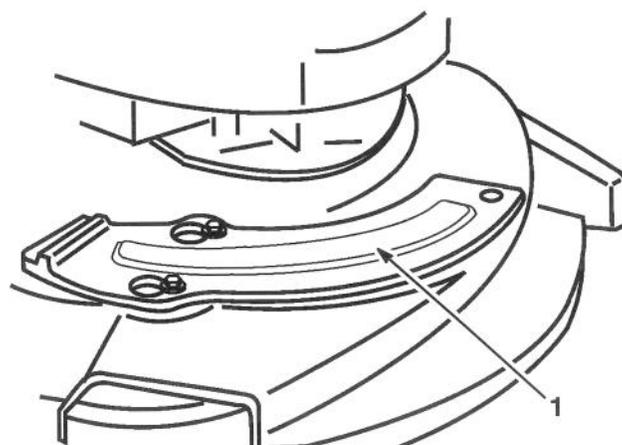

Figure 48
2. Insérer la plaque de paillage dans l'ouverture du carter (Fig. 48).